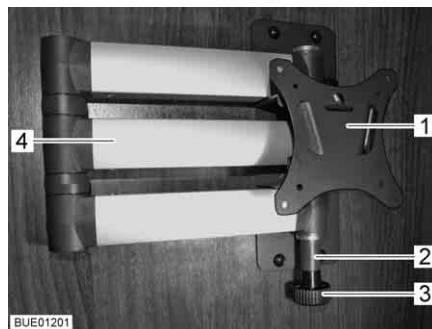

Bild 64 Fäste med ledad arm
- Dra i låsknappen (Bild 64,3). Den ledade armen (Bild 64,4) är upplåst.
- Vrid tillbaka den platta bildskärmen till utgångsläget, tills fästet (Bild 64,1) hakar fast i låset (Bild 64,2).